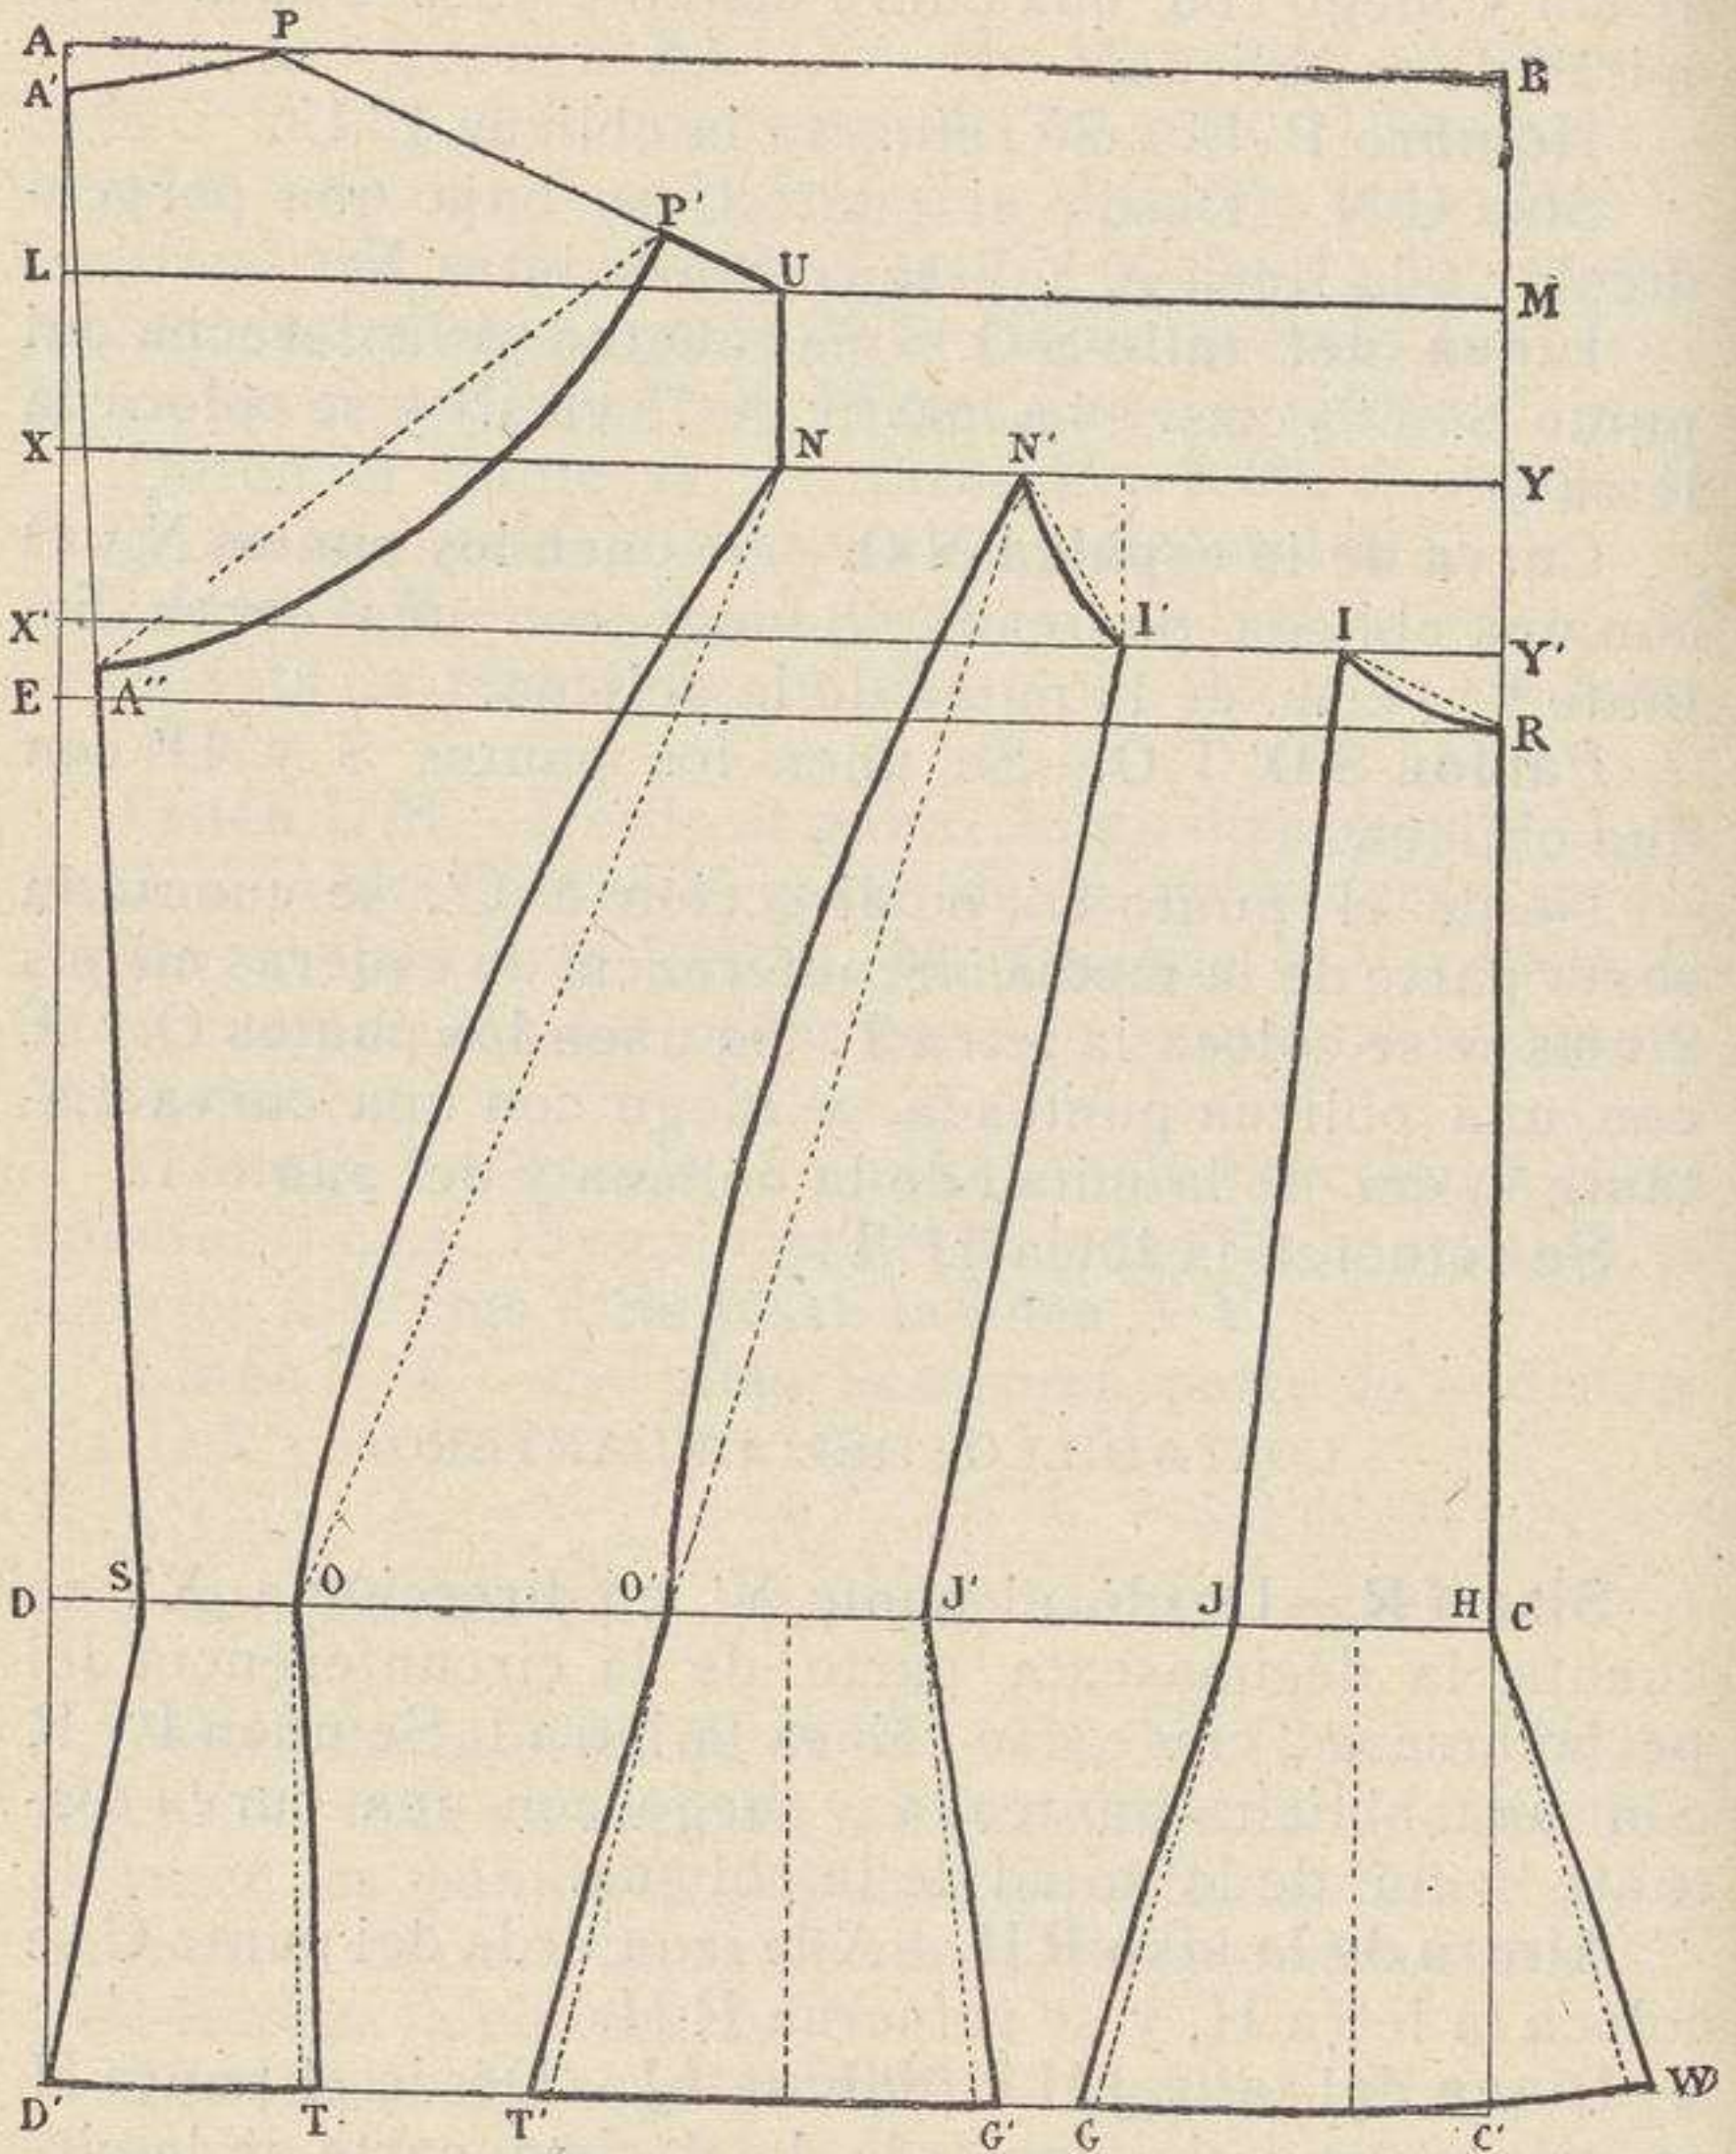

Fig. 108 ( $\frac{1}{5}$  del tamaño real). — Espalda y costadillos.
**Rectángulo A B C' D'.**—Se traza un rectángulo A B C' D' (fig. 108) que tenga de longitud el largo de la espalda más el que se quiera dar al faldón (unos 10 ó 12 centímetros), y de ancho el medio ancho de la espalda más la décimasexta parte de la circunferencia del pecho (para los costadillos) más 13 cms. para el faldón.